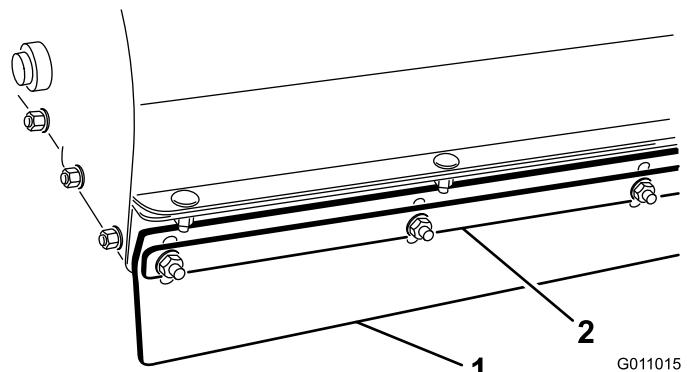

Figure 20
1. Desserrez les écrous de fixation de la barrette métallique et du déflecteur avant sur le carter de la brosse (Figure 20).